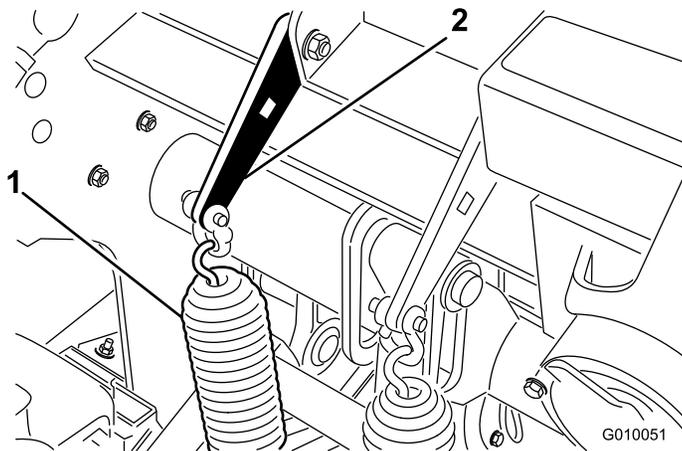

Рисунок 36
2. Ослабьте гайки каретных болтов, которые крепят кронштейны пружин к валу аэратора (Рисунок 36). Не снимайте их.